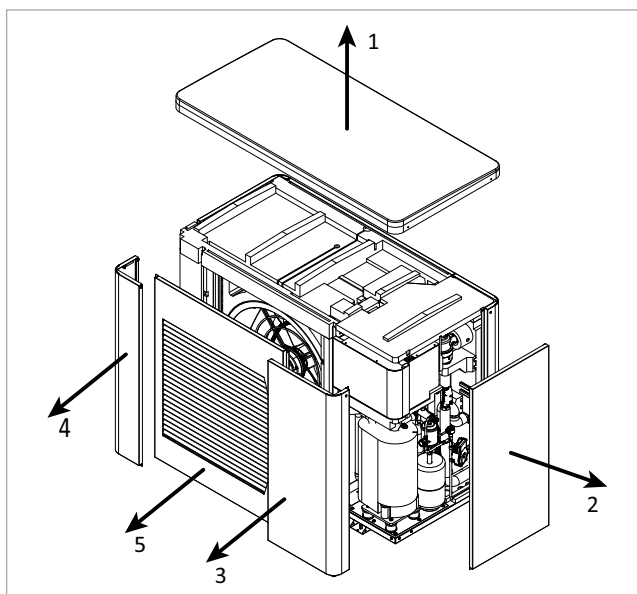

Abb. 25: Abdeckbleche von SolvisPia entfernen
1. Den Deckel sowie die Abdeckbleche von SolvisPia in der Reihenfolge wie in → *Abb. 25* lösen und abnehmen.